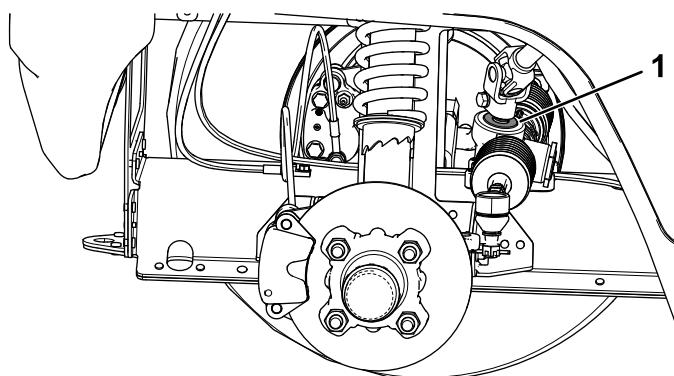

Figura 50
**Importante:** Ispezionate lo stato e la sicurezza della guarnizione dell'albero del pignone (Figura 50).